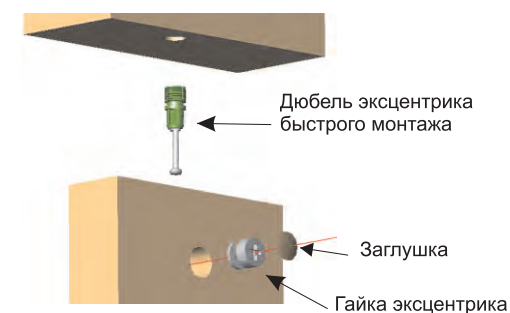

Рис.2
Установите шканты (3) в отверстия d=8 мм топа А и низа В.. Вставьте дюбель эксцентрика быстрого монтажа (1а) в топ А и низ В (см. Рис.2). Прикрутите опоры (4) к нижней плоскости низа В. Вкрутите болты усиленного эксцентрика (5а) в отверстия боковин А. В полки D вставьте гайки усиленного эксцентрика (5б). Соедините вместе боковины С, топ А и низ В. Вставьте эксцентриковые гайки (1б) в боковины С и с помощью отвертки затяните их по часовой стрелке до фиксации (см. Рис.2). Вставьте полки D и затяните гайки усиленного эксцентрика(5б) до фиксации. В эксцентриковые гайки (1б) вставьте заглушки (2). Отрегулируйте опоры по высоте, в отверстия установите заглушки (6).